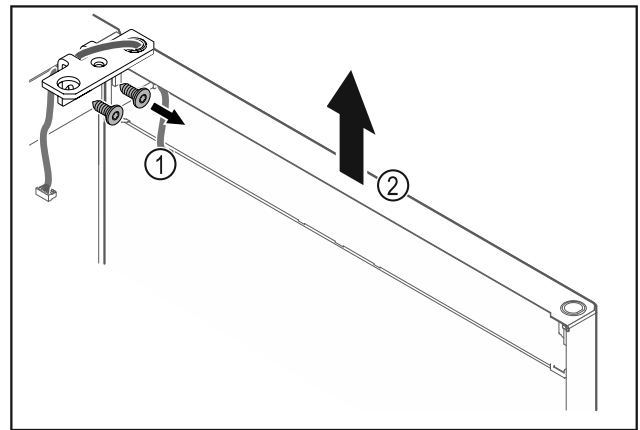

Fig. 23
- Svitare la cerniera angolare Fig. 23 (1).
- Sollevare la porta con la cerniera angolare Fig. 23 (2) di ca. 200 mm verso l'alto in senso orizzontale e rimuoverla.